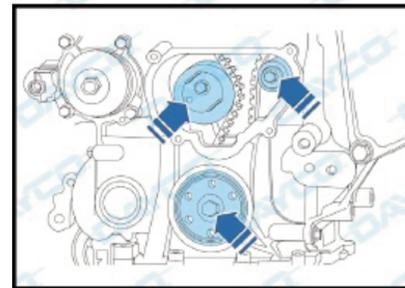

Fig. 1.8
- Desmonte el tensor y el rodillo guía de distribución; quite el sello de aceite, el tornillo y el buje del eje del motor (Fig. 1.8).